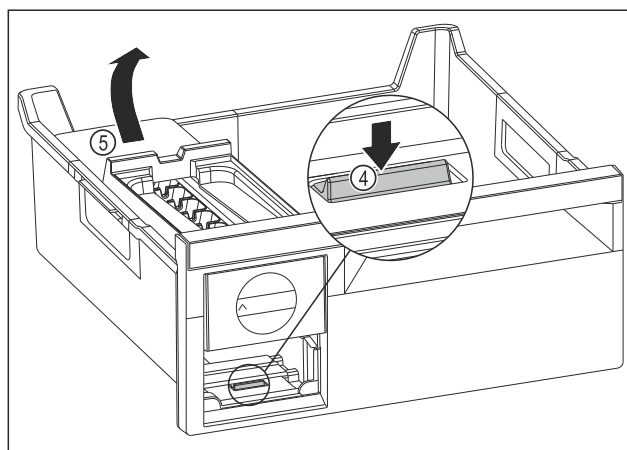

Fig. 130
- Estrarre il corpo dell'EasyTwist-Ice: Con un dito spingere la linguetta Fig. 130 (4) verso il basso e allo stesso tempo, con l'altra mano, sollevare il corpo dell' EasyTwist-Ice Fig. 130 (5) da dietro.